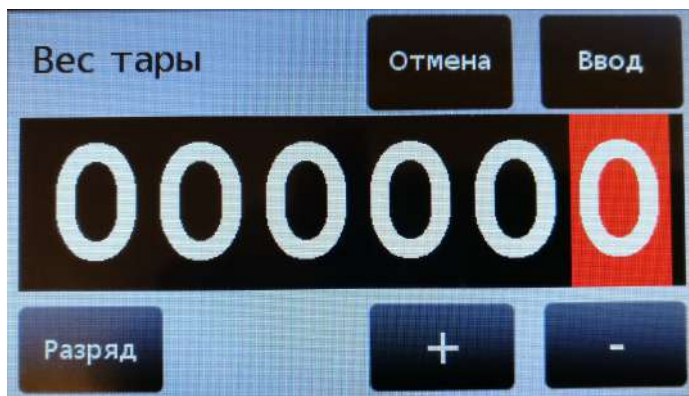

Рис. 10.1. Ввод значения веса тары с клавиатуры.
- нажмите на кнопку «**Тара**», см. рис. 9.1, стр. 20. После этого на дисплее появится окно для ввода значения веса тары, см. рис. 10.1, стр. 22.